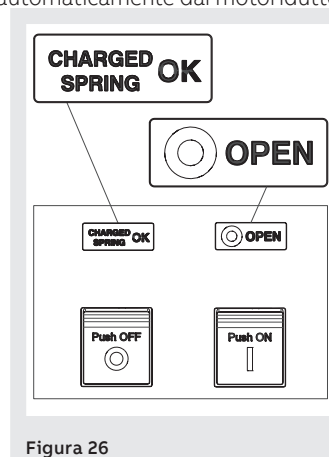

Figura 26
- Interruttore aperto con molle cariche (vedi Figura 26).